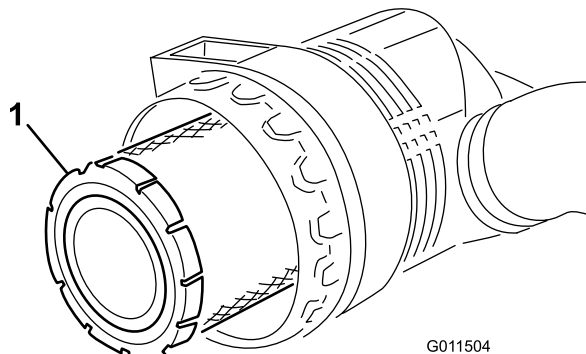

Figura 88
5. Retire y cambie el filtro primario (Figura 88).